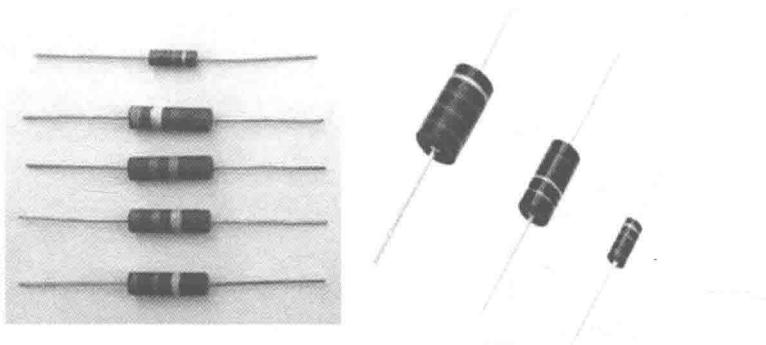

图 1-3 实心电阻器外形
(3) 实心碳质电阻器。实心电阻器(见图 1-3)可分为有机实心电阻器和无机实心电阻器两种。有机实心电阻器是由颗粒状导体(如炭黑、石墨)、填充料(如云母粉、石英粉、玻璃粉、二氧化钛等)和有机黏合剂(如酚醛树脂等)等材料,经专用设备热压成型后装入塑料壳内制成的,具有较强的抗负荷能力。无机实心电阻器是由导电物质(如炭黑、石墨等)、填充料与无机黏合剂(如玻璃釉等)混合压制成型后再经高温烧结而成的,其温度系数较大,但阻值范围较小。